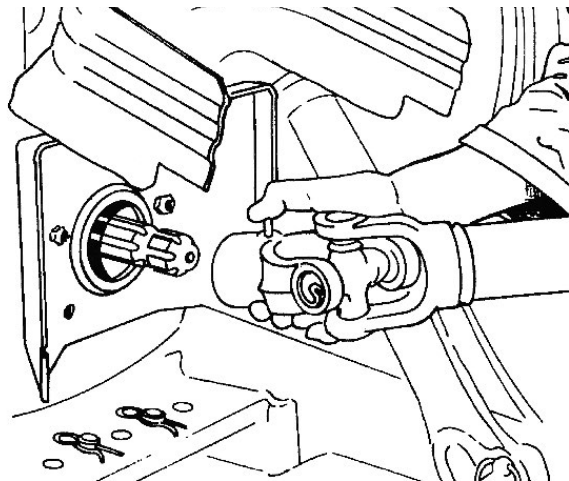

Figura 5
- 06 - Acoplar a flange (lado estriado) no eixo de saída do (TDF) do trator, conforme figura 5. Observe que o engate só se completará quando a trava saltar.